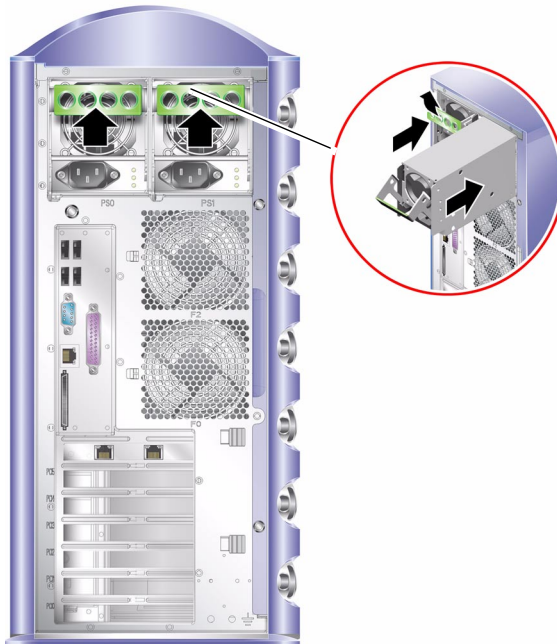

ABBILDUNG 1-9 Einbau einer Stromversorgungseinheit
8. Drücken Sie den Griff, bis er einrastet. Siehe ABBILDUNG 1-9.